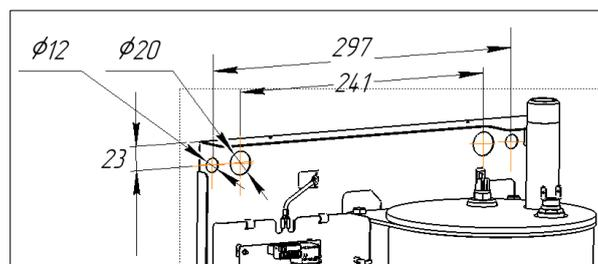

Рисунок 4. Присоединительные размеры для крепления котла
**(1)** Проверьте прочность стены (вертикального основания) на которую планируется установка котла. При необходимости выполните усиление стены. Выполните разметку отверстий в стене под крепление котла, размеры для крепления приведены на рис.4.
**(2)** Просверлите отверстия в основании, на которые планируется крепить котел. Присоединительные размеры для крепления котла приведены на рис.4